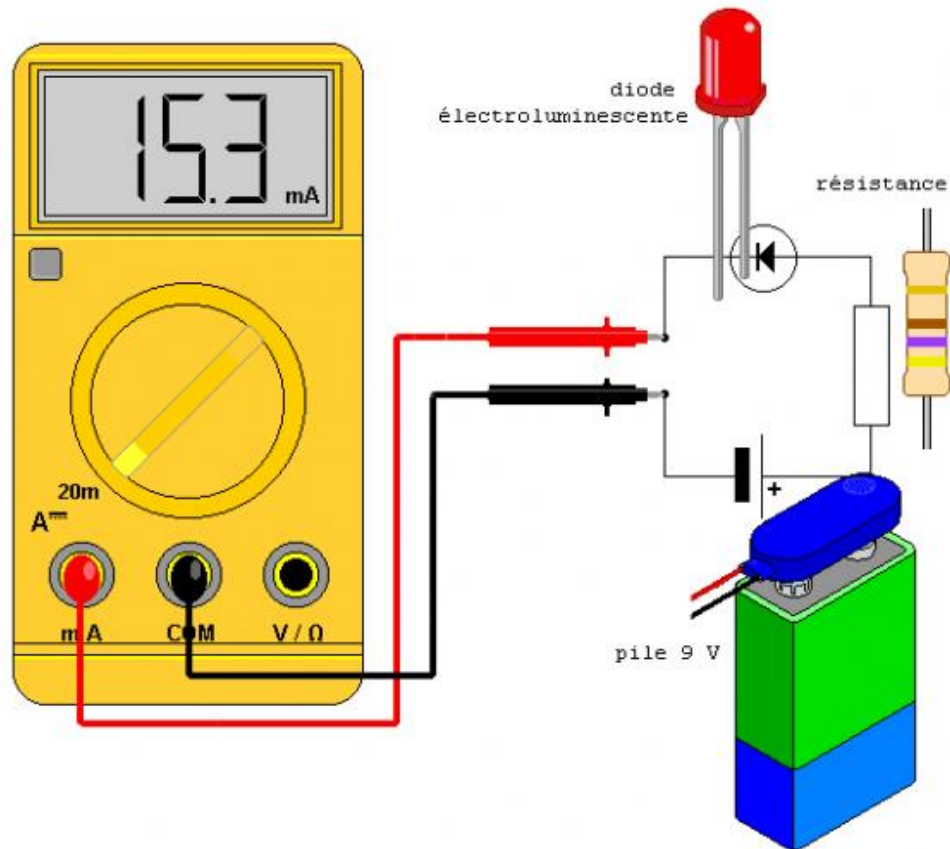

Figure 7. Branchement d'un multimètre en série au circuit.
2. En mode **basse impédance**, ce qui signifie que le multimètre n'influencera pas le circuit lorsqu'il est branché en série avec un composant ou un circuit (Figure 7). Ce mode est utilisé pour mesurer le courant qui circule dans un circuit. Pour se brancher dans ce mode, il faut brancher le fil noir dans le port **COM** ou – et le fil rouge dans le port **mA** ou **10 A**. Si vous branchez le fil rouge dans le port mA, la lecture sera plus précise, mais le courant maximum autorisé sera moindre (et muni d'un petit fusible). Le port 10 A, comme son nom l'indique, permet de lire des courants plus forts, jusqu'à un maximum de 10 A, mais sera légèrement moins précis.